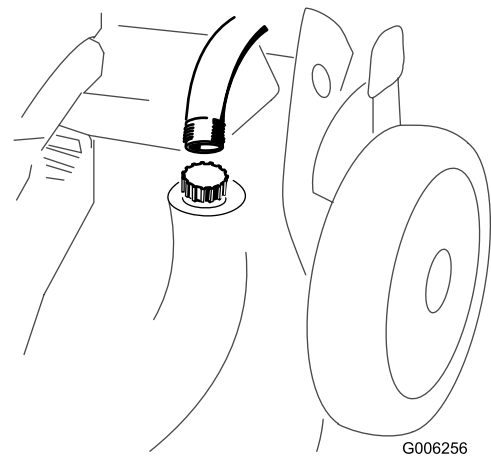

Figure 36
3. Branchez un tuyau d'arrosage relié à l'alimentation en eau au raccord de lavage du carter du plateau de coupe (Figure 36).